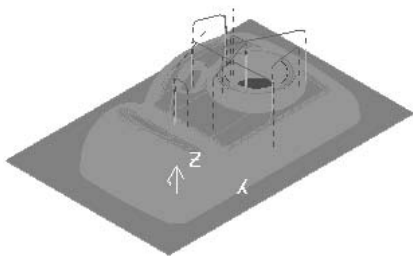

图 2-82 生成的刀具路径
9) 在“等高精加工”对话框中单击“应用”按钮和“接受”按钮，确定参数并退出对话框，生成的刀具路径如图 2-82 所示。